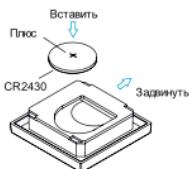

Рис.1. Установка элемента питания
2. Отсоедините кнопочный блок от рамки (Рис.1.) Извлеките защитную пленку из отсека с элементом питания CR-2430. Если элемент не установлен, установите его, как показано на рисунке, соблюдая полярность. При замене элемента питания, аккуратно сдвиньте его при помощи отвертки или другого предмета и извлеките из кнопочного блока.